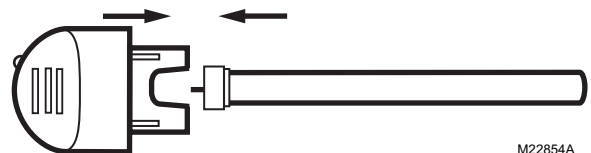

Fig. 19. Placer le cylindre dans le culot.
6. Insérer le nouveau cylindre dans la poignée en alignant la clavette, puis pousser en ligne droite. Voir la Fig. 19.